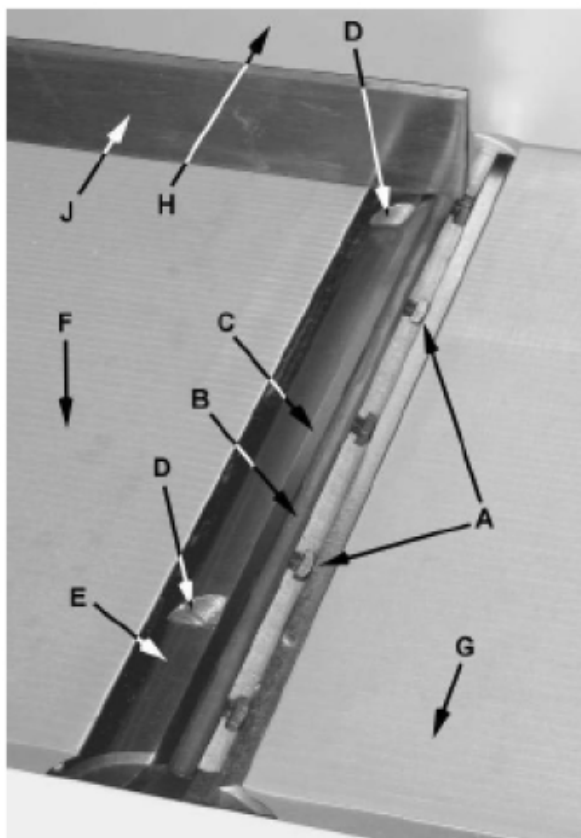
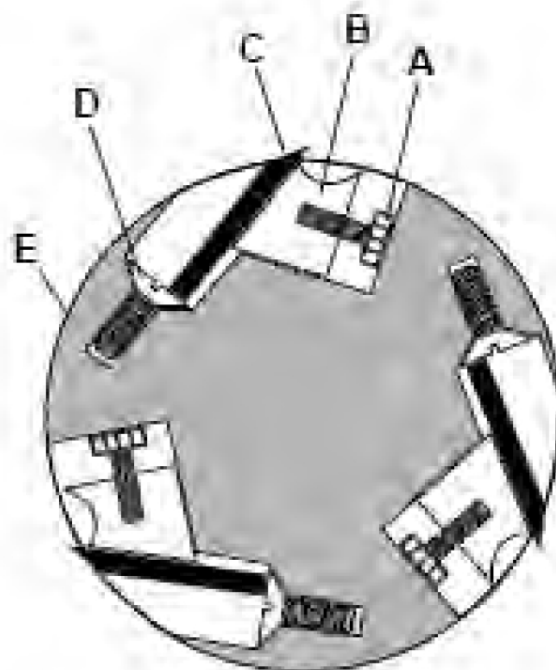

Abb. 14: Messerkopf
Abb. 15: Messerkopfquerschnitt
Schritt 3: Numerieren Sie vorsichtig jede Messerklinge (C, Abb.14 und 15) mit einem Marker, um sie voneinander zu unterscheiden.
Schritt 4: Den Schneidkopf (E, Abb.14 und 15) drehen und die 12-Uhr-Position des Messers Nummer eins bestimmen:
- Die 12-Uhr-Position ist der höchste Punkt, den eine Klinge im Schnittbogen erreicht (C, Abb. 15).
Schritt 5: Legen Sie ein Richtscheit (J, Abb.14) auf den Ausgabetisch (F) in der Nähe des Anschlags (H):
- Ein Ende des Richtscheits sollte über dem Schneidmesser (C) in der Nähe des Endes der Klinge positioniert werden, wie in Abb. 14 gezeigt.
Schritt 6.1: Lockern Sie die fünf Sicherungsschrauben (A, Abb.15) leicht, indem Sie sie in die Verriegelungsstange (B) im Uhrzeigersinn vom Eingabetisch gesehen, drehen.
Schritt 7: Stellen Sie die Klingenhöhe ein, indem Sie die Schrauben (D), auf denen die Klingen aufliegen, drehen. Um die Klinge abzusenken, drehen Sie die Schraube im Uhrzeigersinn. Zum Anheben die Schraube gegen den Uhrzeigersinn drehen.
Schritt 8: Wenn sich die Klinge in der richtigen Höhe befindet, ziehen Sie abwechselnd die fünf Stiftschrauben (A) an.
Schritt 3: Drehen Sie alle fünf Schrauben (A, Abb. 14 und 15) in die Verriegelungsstange (B, Abb. 15), indem Sie sie im Uhrzeigersinn drehen im Bezug auf den Einlauffisch (G).
Schritt 4: Entfernen Sie vorsichtig das Schneidmesser (C) und die Verriegelungsstange (B).
Schritt 7: Setzen Sie das Ersatzmesser (C, Abb. 15) in den Messerschlitze ein und stellen Sie sicher, dass es in die richtige Richtung zeigt.
Schritt 8: Setzen Sie die Verriegelungsstange (B, Abb. 15) ein und ziehen Sie sie fest genug an.